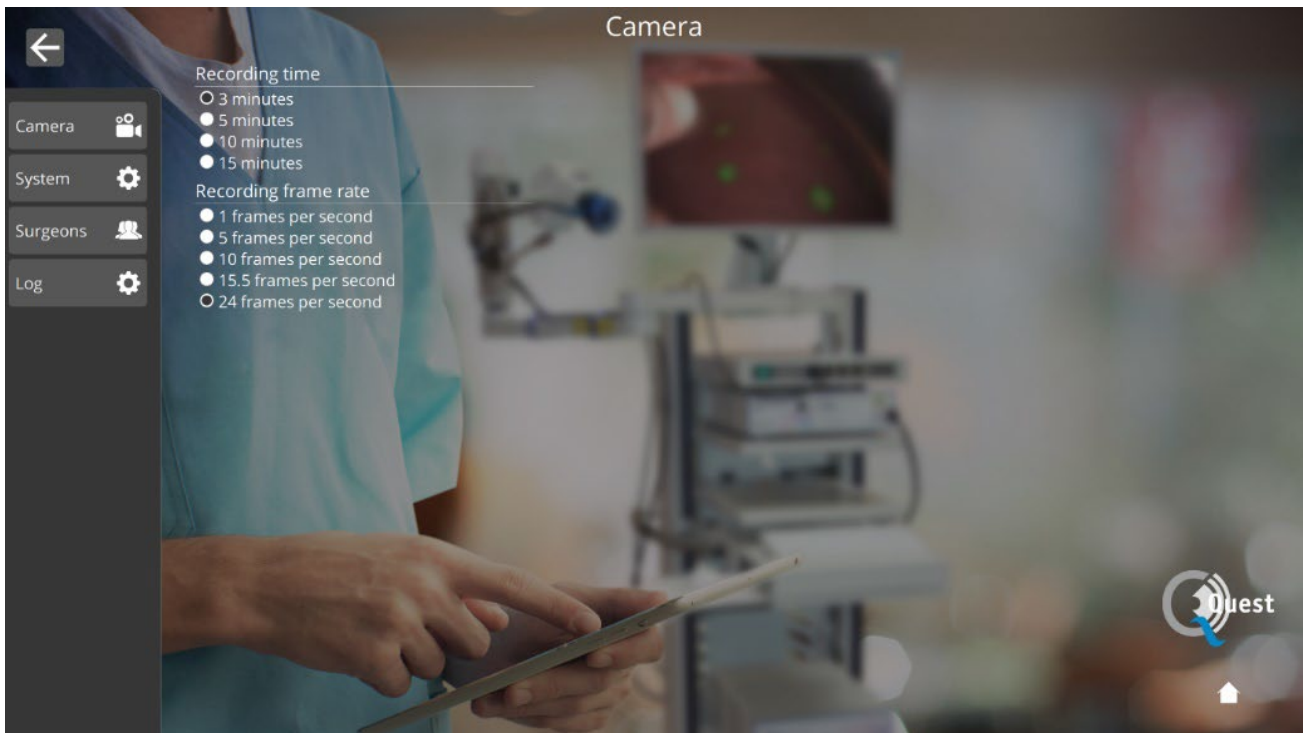

Figure 19 : Paramètres du service technique
- Accéder aux paramètres du personnel technique (voir les figures 19 et 20 et plus d'explications ci-dessous)
Après avoir entré le code PIN correct après avoir sélectionné l'option Service technique, une interface comme illustré à la figure 19 apparaîtra. Voir une explication sur les options de configuration ci-dessous.